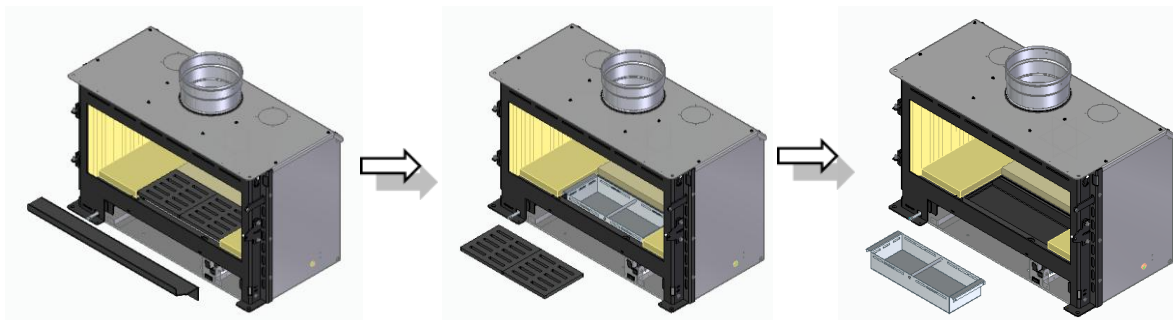

Figura 43 – Retirada de accesorios
b. A continuación, retire el deflector de cenizas, el recipiente de cenizas y el cajón de cenizas, véase la Figura 43.